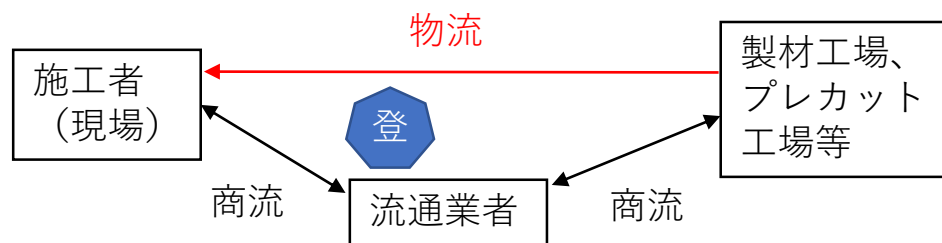

図5. 登録事業者から直に納品されない場合その2
- ② 図5のとおり流通業者が登録事業者であっても、製材工場、プレカット工場等が登録事業者ではないので、合法性が確認できません。